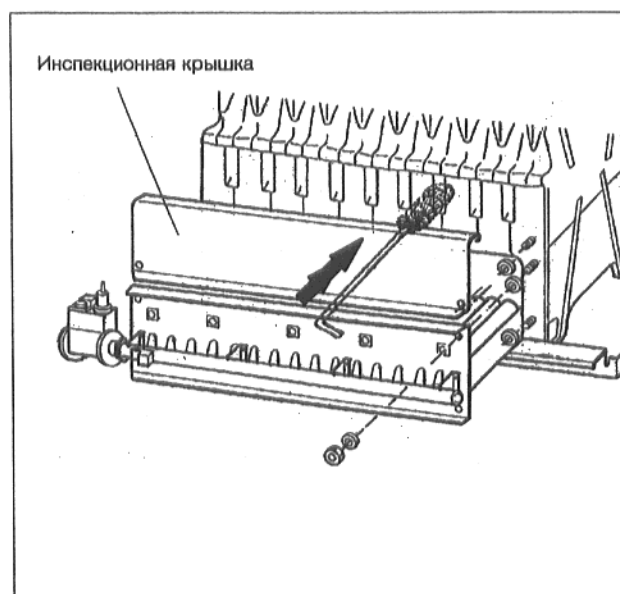

Рис. 14
- Ослабить шестигранные гайки на щите горелки и вынуть газовую горелку из котла (рис. 14).
- Ослабить шестигранные гайки инспекционной крышки и снять инспекционную крышку (рис. 14).
- Снять кожухи горелки, теплоизоляцию и инспекционную крышку коллектора отходящего газа (рис. 14а).
- Прочистить щеткой газоходы дымового газа попеременно и несколько раз сбоку (горизонтально) и сверху (рис. 14/14а).
Рис. 14а: Изображение без предохранителя потока
- Снять боковые стенки, кожухи котла, теплоизоляцию и инспекционную крышку коллектора отходящего газа (рис.14а).
- Прочистить щеткой газоходы дымового газа (сверху и сбоку, см. рис.14/14а).